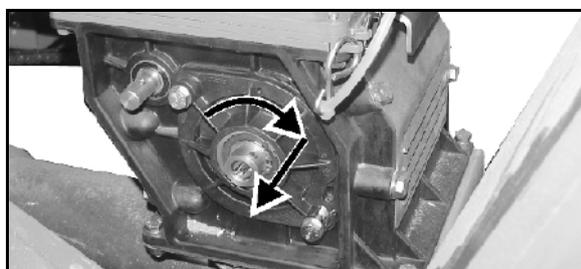

Fig. 70
4. Den Lagerdeckel (Fig. 70) verdrehen und abziehen.